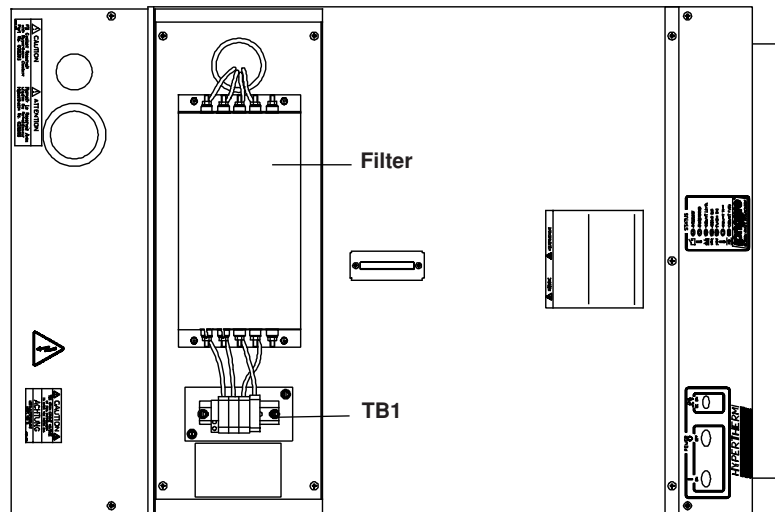

Figura d-2 Fonte de Energia HySpeed HT2000LHF com Filtro EMI sem Tampa – Visão Superior
2. Desaparafuse os quatro parafusos da tampa do filtro e remova-a para ter acesso à conexão de entrada de alimentação TB1 (veja Figura d-2).